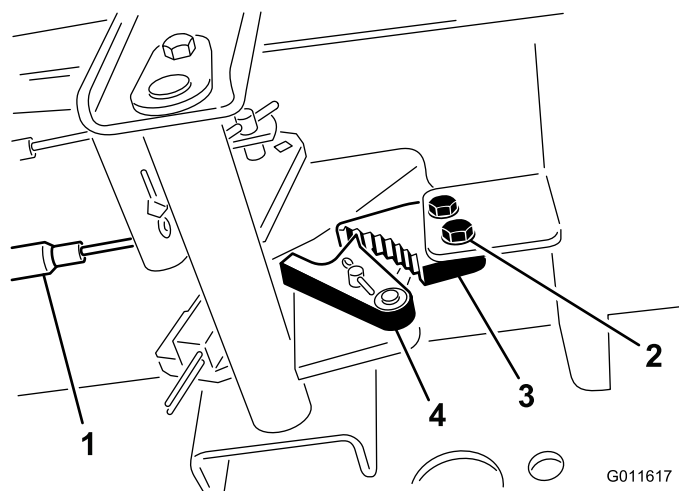

図 53
1. 駐車ブレーキのツメをフレームに固定しているネジ2本をゆるめる（図 53）。
2. ブレーキのツメが戻り止めに完全に掛かるまで駐車ブレーキペダルを前に踏み込む(図 53).